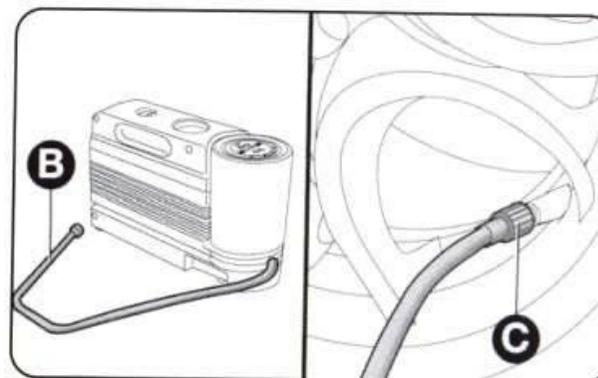

рис. 16
- отверните колпачок вентиля шины, извлеките шланг В (рис. 16) и наверните гайку С на вентиль;